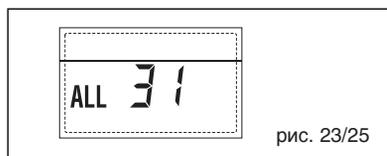

рис. 23/25
– НЕПОЛАДКА КОНФИГУРАЦИИ ТРЁХЗОННОЙ УСТАНОВКИ “ТРЕВ 32” (рис. 23/26)